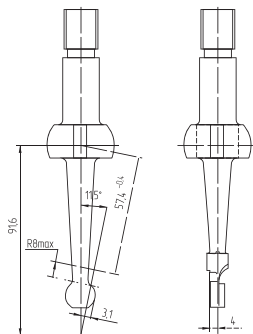

Рис. 13
- 4.** Приобретите механизм переключения РК с каталожным номером 3163-00-1803010-00. При покупке убедитесь, что сам рычаг имеет конфигурацию согласно **Рис. 13**. Если до установки стоял однорычажный механизм старого образца, то возможно заменить рычаг переключения передач РК 3160-1803070 выпуска не ранее сентября 2009 г. со специальной проточкой на нижнем конце рычага.